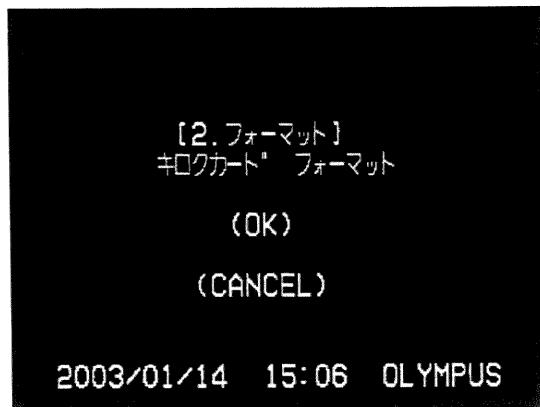

図 4.14
[△] ボタン、あるいは [▽] ボタンで (OK) , (CANCEL) のいずれかを点滅表示にし、[ENTER] ボタンを押します。(図 4.14 参照)